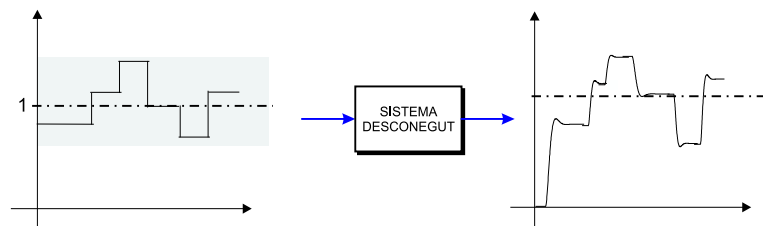

Figura 1-5 Seqüència de graons.
2. Observeu la resposta del sistema B a una entrada graó unitari i deixeu que s'estabilitzi. Provoqueu varis salts entorn del punt de treball (Figura 1-5) i guardeu les dades en un fitxer per a la seva posterior anàlisi.